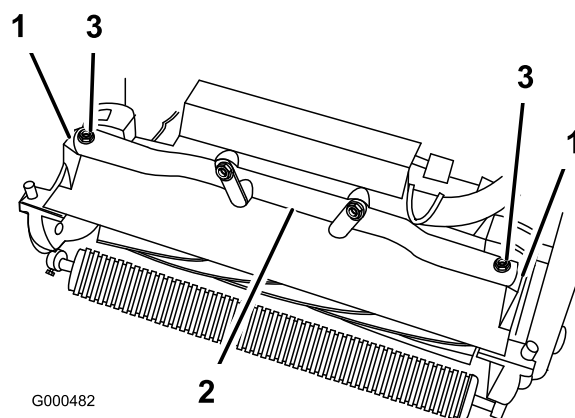

Figura 6
4. Ruotate il telaio della trattrice (Figura 6) in avanti fin quando si innesta sui bracci girevoli dell'apparato di taglio.
5. Fissate il telaio della trattrice ai bracci girevoli dell'apparato di taglio con 2 bulloni da M10 x 25 mm (Figura 6)